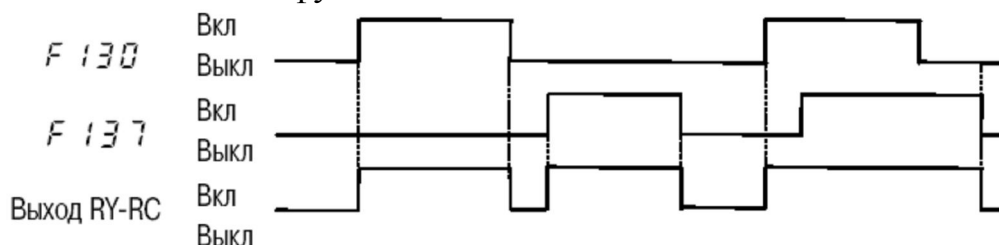

Рис. 2.13 Работа выхода *RY-RC* при двух назначенных функциях и *F139*=1
- 1 – *F130*+*F137* (логическое ИЛИ, см. рис. 2.13). Первый вариант выбора является настройкой по умолчанию.